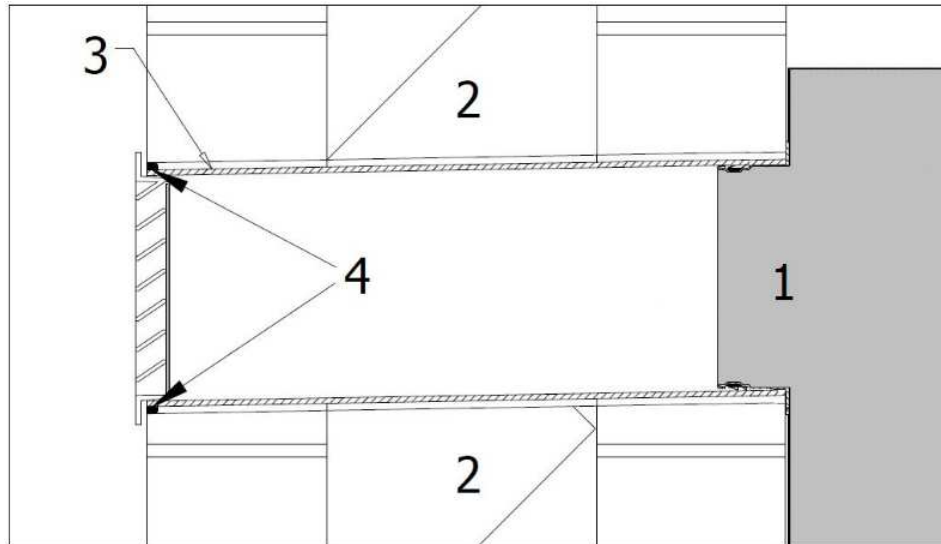

Abbildung 18: Abdichten der Fugen rund um die Kanäle, Schnittzeichnung
Abbildung 18 unten ist eine Schnittzeichnung, die eine Wand mit einem Kanalloch und Kanalanschlüssen zeigt. Ein Gerät wird an der Innenwand installiert, d. h. in dem grauen Kasten auf der rechten Seite, der mit der Nummer ,1‘ gekennzeichnet ist.
- Tragen Sie an den Außenkanten der Kanäle Dichtungsmasse auf, siehe ,4‘ in Abbildung 18 oben.